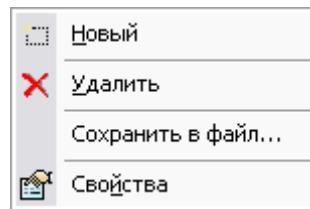
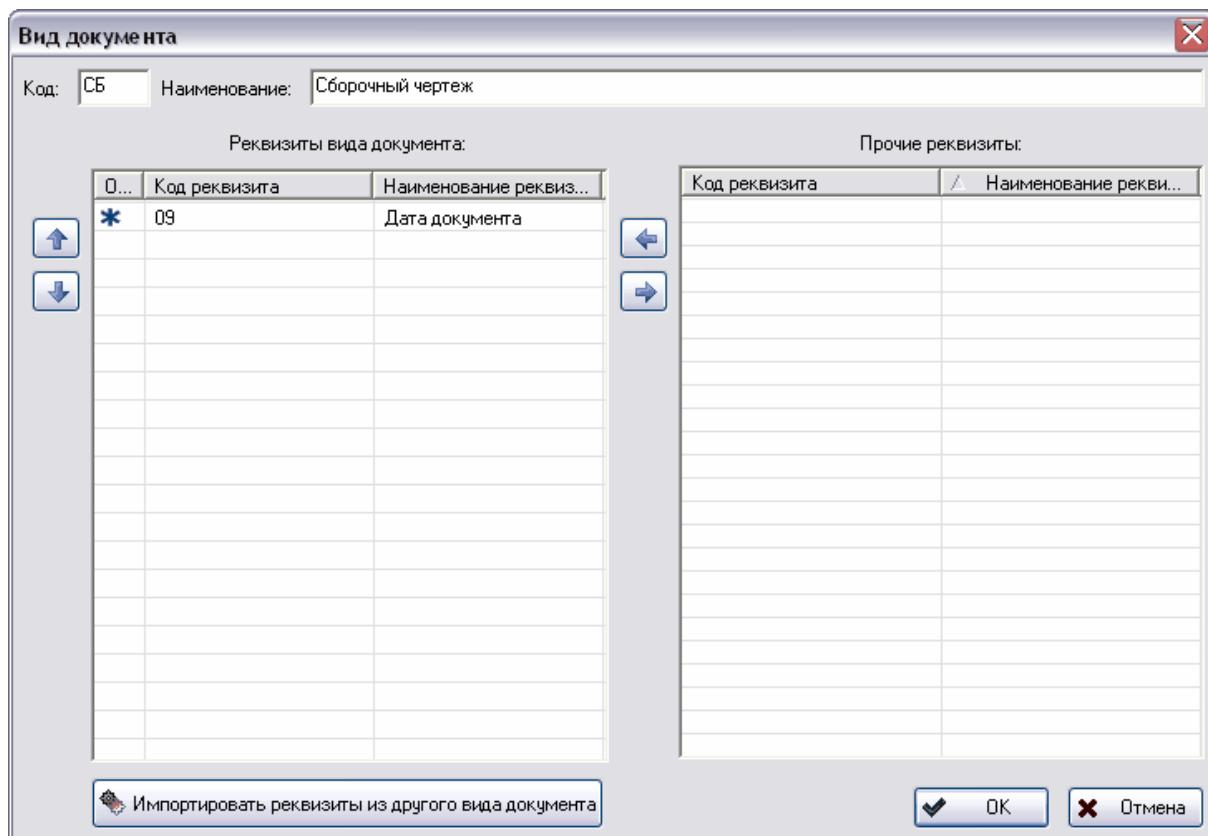

Рис. 62
Рис. 63 Вид документа
Работа с видами документов ведется посредством контекстного меню, вызываемого нажатием правой кнопки мыши на вид документа в правом окне (Рис. 62).
2. Нажмите правой кнопкой мыши на область правого окна и выберите пункт меню **Новый** (Рис. 62). После этого появится диалоговое окно **Вид документа** (Рис. 63).
3. В диалоговом окне **Вид документа** введите код (необязательный параметр) и наименование (Рис. 63). Также при необходимости выберите реквизиты данного вида документа, перенеся их из списка **Прочие реквизиты** в список **Реквизиты вида документа** с помощью кнопки . Для удаления реквизита данного вида документа выберите его и нажмите на кнопку . Для импортирования реквизитов из другого вида документов нажмите на кнопку и выберите вид документа из списка.
С видом документа можно проделывать следующие операции (Рис. 62):